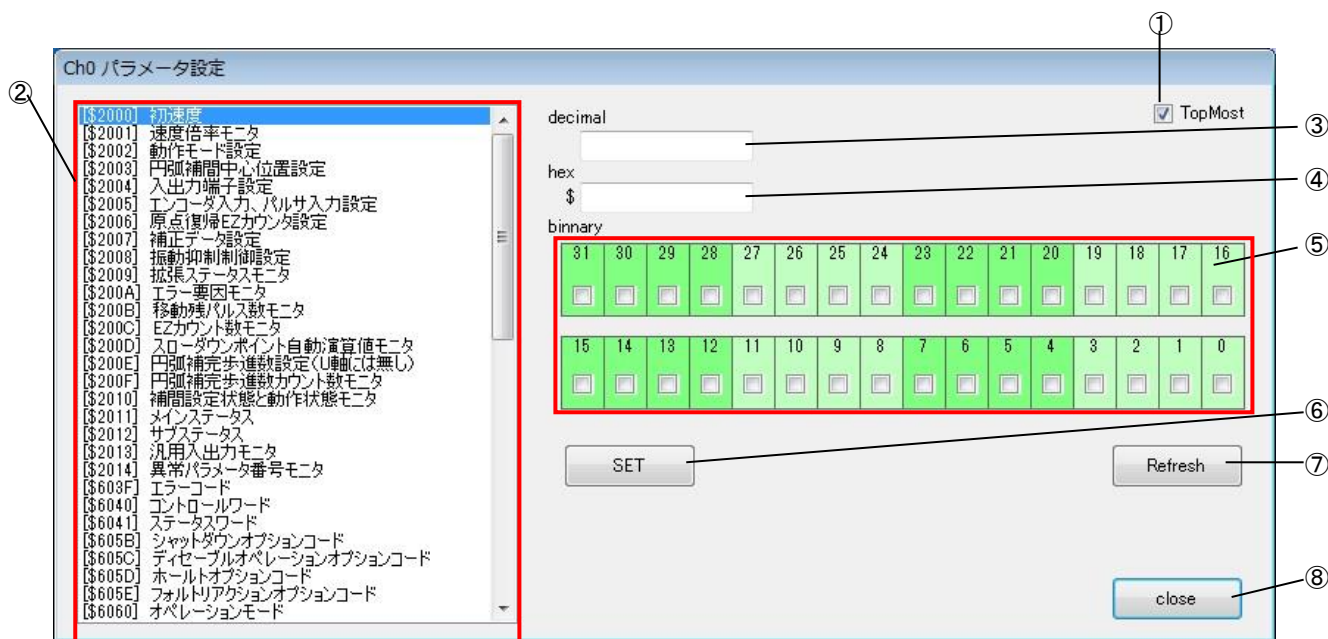

図 7-1-4 パラメータ設定画面
- ⑨ ステータスワード : ステータスワードの状態を表示します。
- ⑩ デジタル入出力 : デジタル入出力の状態を表示します。
- ⑪ ブレーキ : SBRK(ブレーキ)を送信します。
- ⑫ ステータス : メインステータス、サブステータス、拡張ステータスを表示します。
- ⑬ エラー要因モニタ : エラー要因を表示します。
- ⑭ 汎用入出力モニタ : 汎用入出力を表示します。
- ⑮ パラメータ設定 : パラメータ設定画面を開きます。(図 7-1-4)